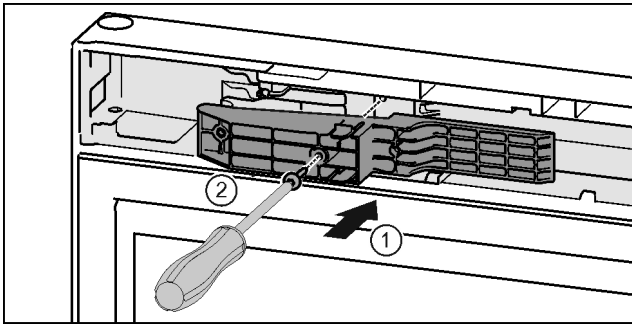

Fig. 46 \*
- ▶ Вставити деталь адаптера в отвір з боку ручки. Fig. 46 (1)\*
- ▶ За допомогою викрутки T15 закрутіть гвинти. Fig. 46 (2)\*